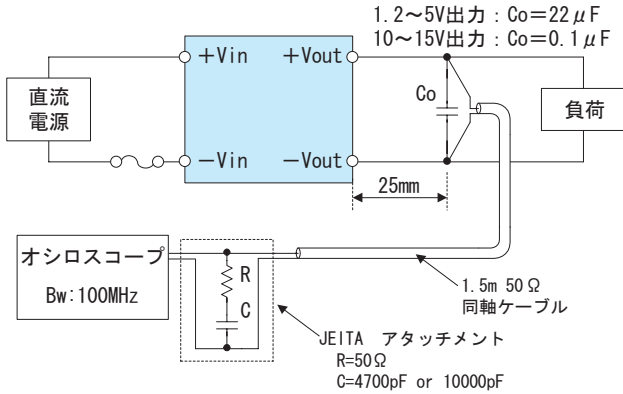

図3.6 出力リップル・リップルノイズ測定方法
- 出力リップル・リップルノイズは、図3.6に示した方法で測定した値です。